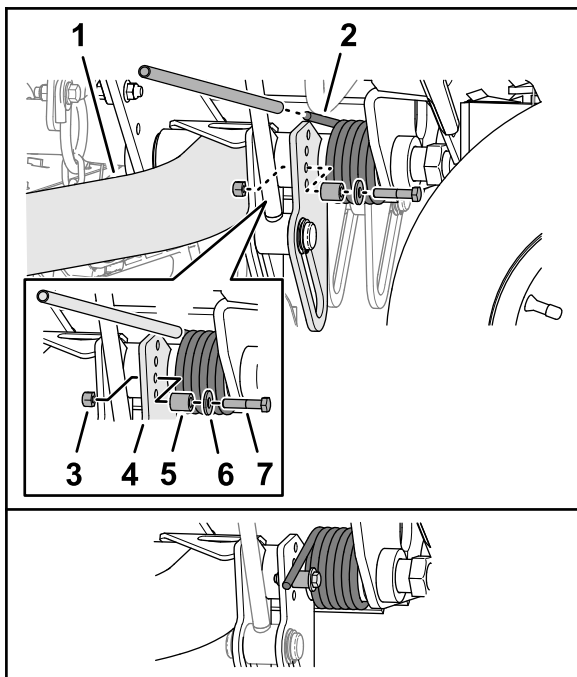

Figure 51
2. Insérez un tube ou un objet similaire par-dessus la longue tige du ressort, et soulevez la tige pour soulager la pression sur l'entretoise (Figure 51).
3. Tout en maintenant le ressort, retirez le boulon, la rondelle et le contre-écrou de la plaque de levage (Figure 51).